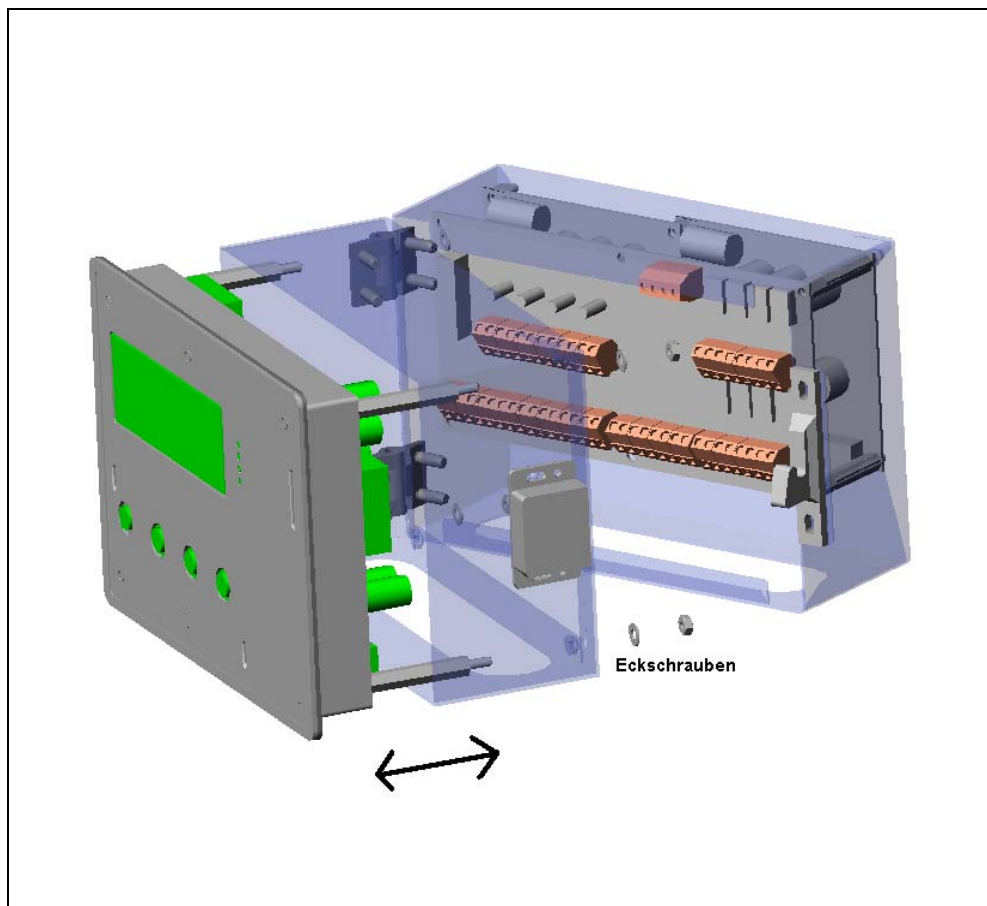

Bild 13b: Montage BMGZ 650A.S
1. Lösen aller vier Eckschrauben (siehe Bild 13b)